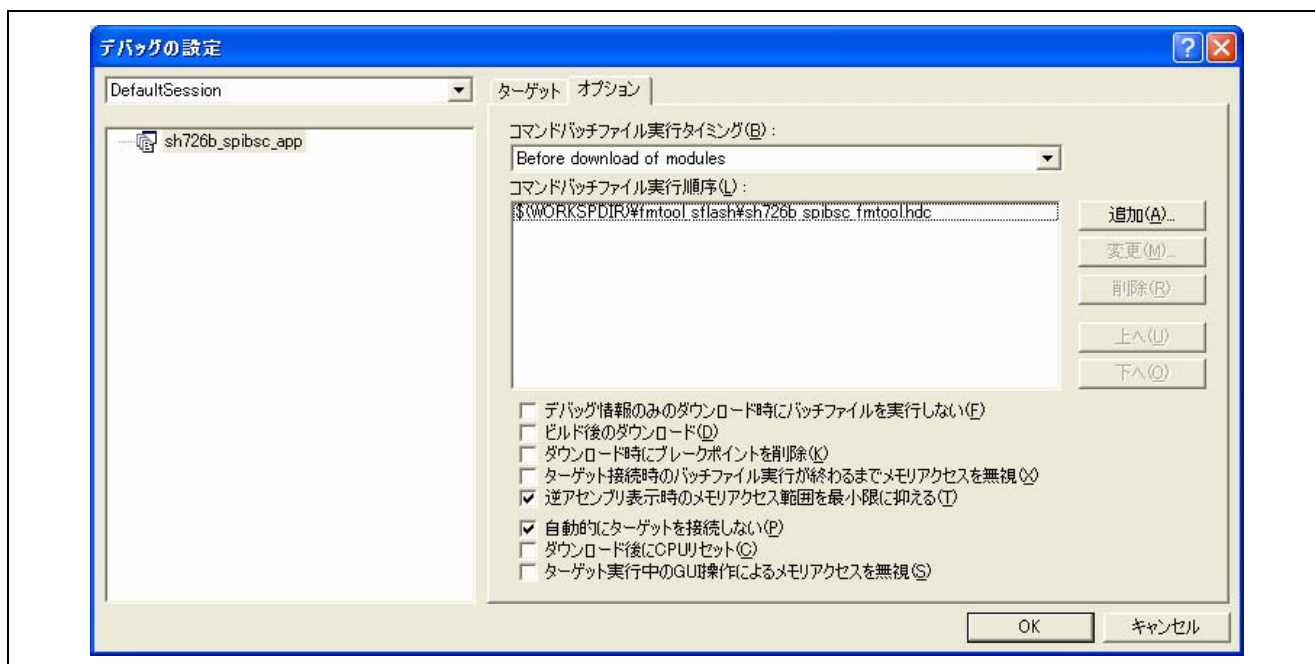

図 7.3 デバッグの設定ウィンドウ
- (1) メニューの[デバッグ]→[デバッグの設定]を選択します。
- (2) 図 7.3に示すデバッグの設定ウィンドウが開きます。
- (3) "コマンドバッチファイル実行タイミング" のプルダウンメニューから、"Before download modules"を選択します。
- (4) "コマンドバッチファイル実行順序" の追加ボタンをクリックし、バッチファイルを追加します。
- (5) OK ボタンをクリックして登録は完了です。